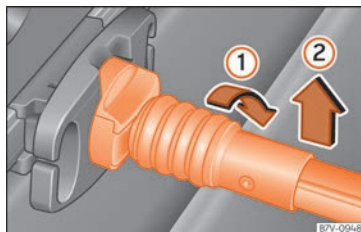

Abb. 148 Kuvertnetz aushängen.
- Haltestange um 90° nach rechts drehen » Abb. 148 ①, bis die rote Markierung an der Haltestange zu sehen ist. Haltestange nach oben herausnehmen ②.